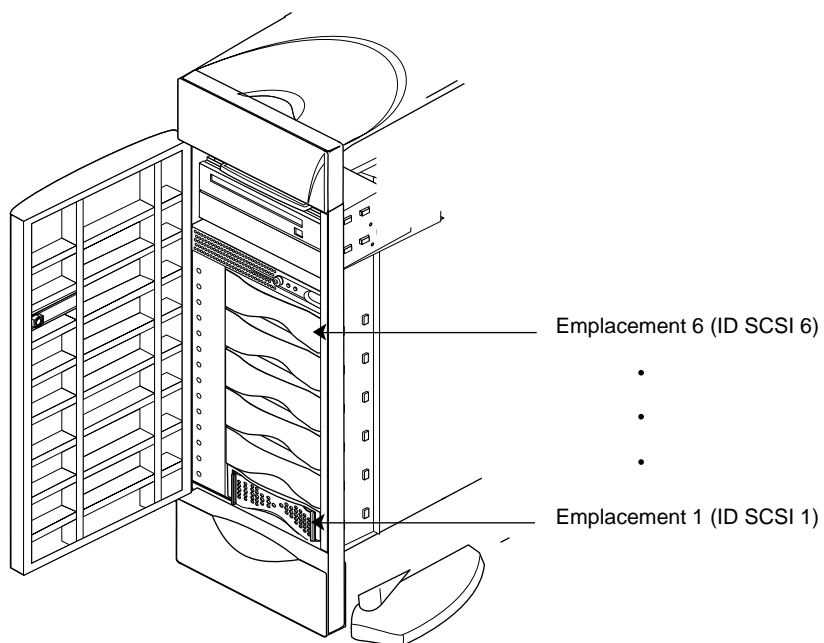

Figure 7-15 Numérotation des lecteurs 3,5 pouces dans l'Origin200
- La Figure 7-15 montre la façon dont sont numérotés les lecteurs.